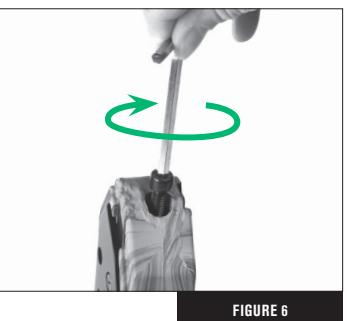

FIGURE 6
6. Inserte y apriete el tornillo de la pala utilizando la llave hexagonal GRANDE, realineando las líneas según sea necesario. NO LO APRIETE EN EXCESO (Fig. 6).